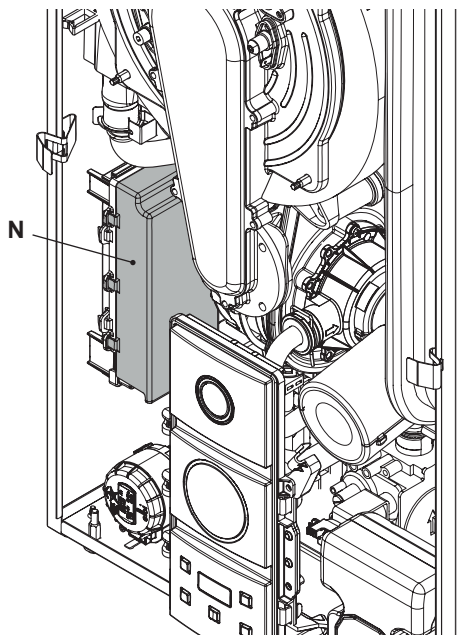

Figura 5.19
- Individuare il coperchio copri morsettiera **N** (Figura 5.19) ed aprirlo.